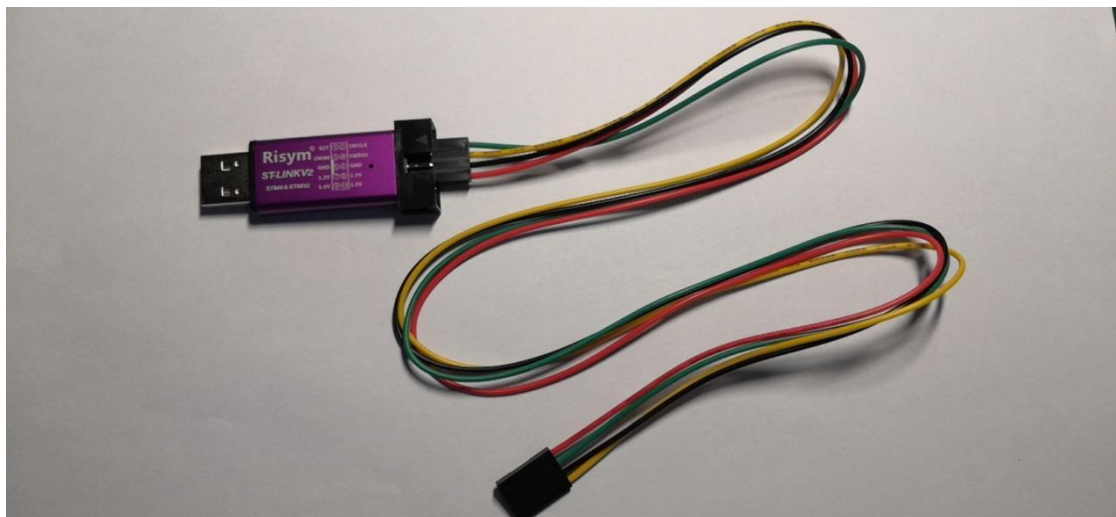

图 6
- 1, 杜邦线的红、黑、黄、蓝端通过排母对应连接至仿真器的⑧、⑥、④、②端, 如图 6 所示;